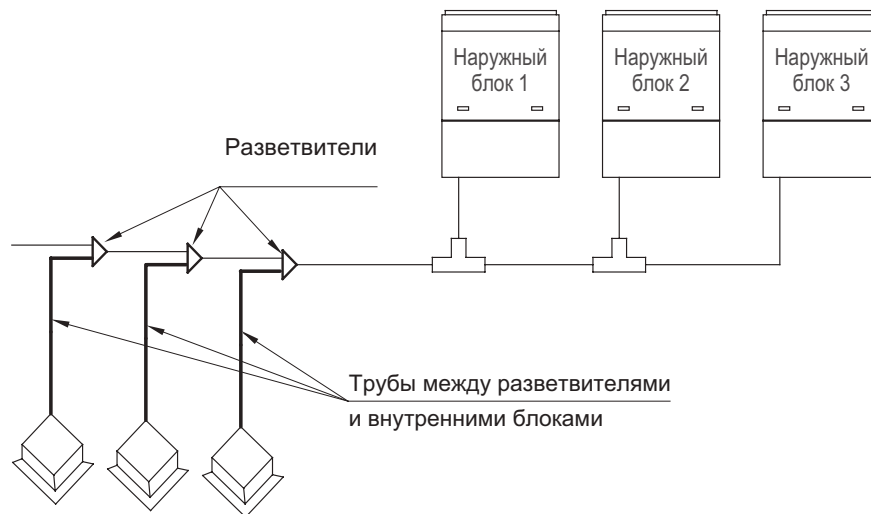

Рис. 7.8.
7.3.3.5. Диаметр труб между внутренним блоком и разветвителем (рис. 7.8.) выбирается в зависимости от производительности внутреннего блока в соответствии с таблицей 7.9.